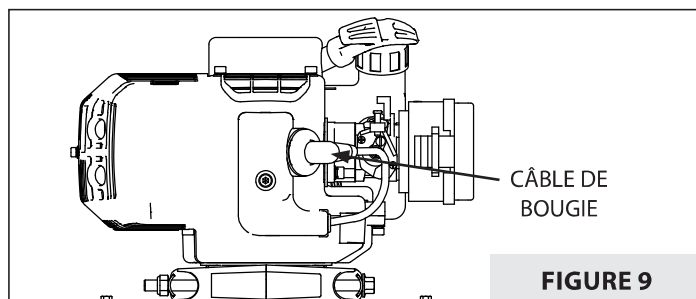

FIGURE 9
2. Débrancher le câble de la bougie. **VOIR FIGURE 9.**